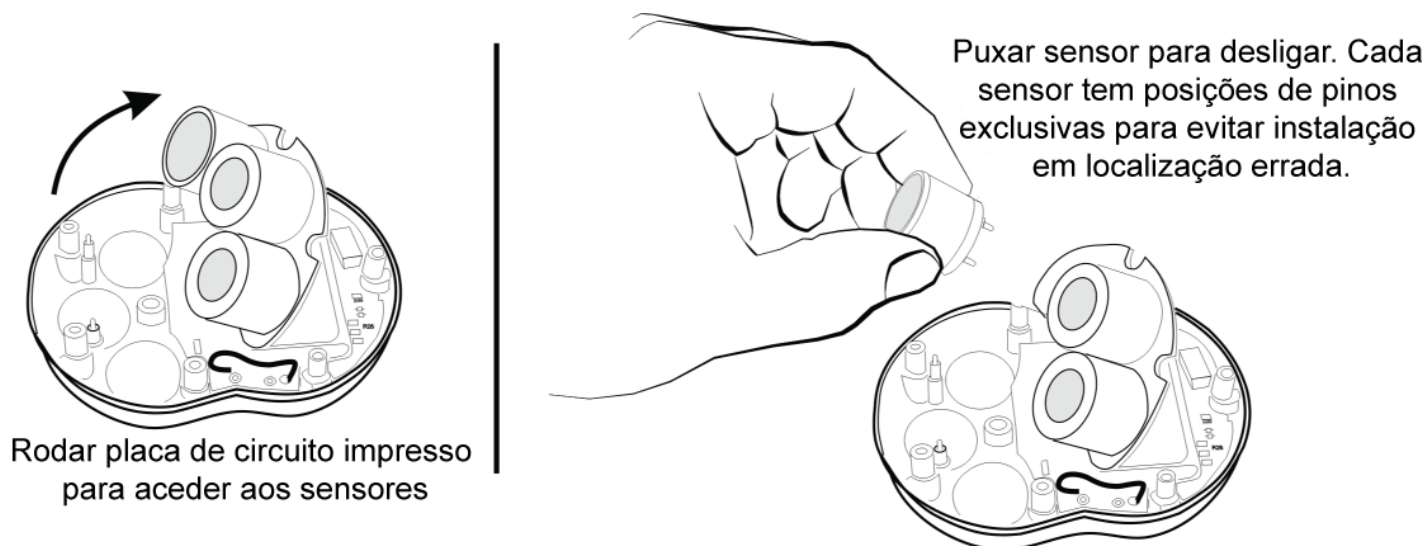

Figura 5-2. Remoção do Sensor
- 5) Desligue o sensor substitua-o pelo novo sensor ou ficha falsa. Consulte a figura 5-2.